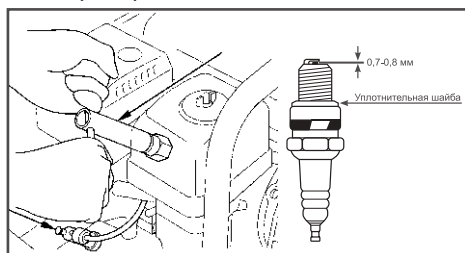

Рис. 25 Обслуживание свечи зажигания
1. Отсоедините колпак свечи зажигания и удалите грязь вокруг свечи зажигания (Рис. 25).
4. Измерьте зазор между электродами свечи зажигания специальным щупом. Зазор должен быть 0,7-0,8 мм (Рис.25). При увеличении, или уменьшении требуемого зазора, рекомендуется заменить свечу, так как регулировка зазора может привести к изменению качества искрообразования.